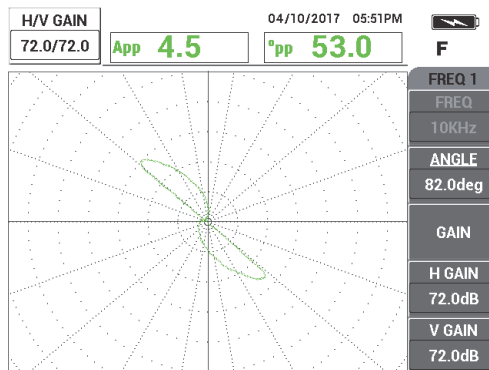

図 5-160 周波数 1 のゲインの調整
- ゲインキーを押し (**dB**)、きず信号が約垂直 1 区分の高さになるまでゲインを増やします (243 ページの図 5-160 参照)。